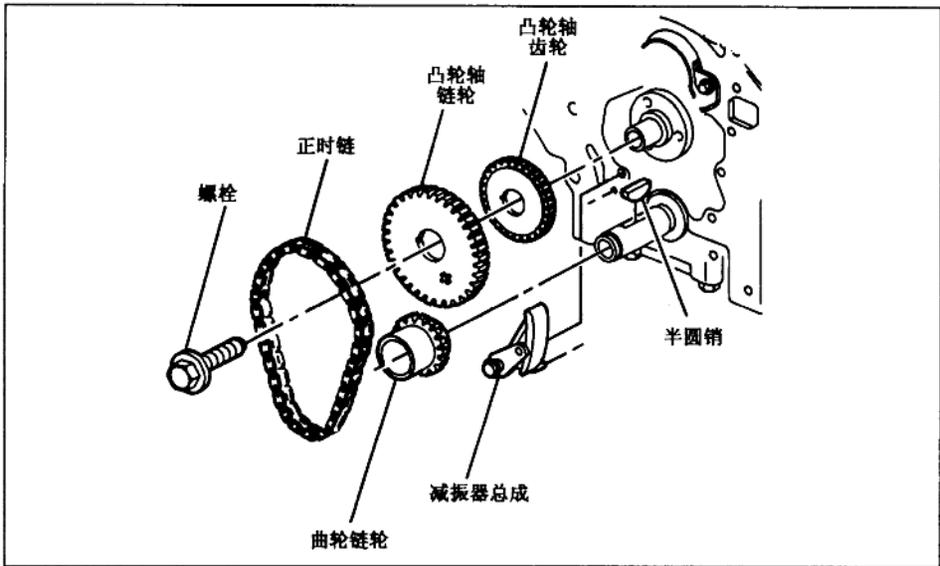

图 1-1-6 3.8L 发动机正时链和链轮拆卸
① 拆下正时链前罩盖，转动曲轴，使凸轮轴和曲轴链轮上正时记号在一条线上。
② 拆下正时链减振器总成。拆下凸轮轴链轮螺栓，拆下凸轮轴链轮和正时链。拆下曲轴链轮。正时链和链轮拆卸见图 1-1-6。